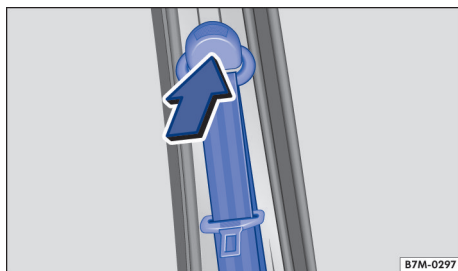

Fig. 33 Ao lado dos bancos dianteiros: regulagem de altura do cinto de segurança.
- Empurrar o dispositivo regulador → Fig. 33 na direção da seta e segurar.